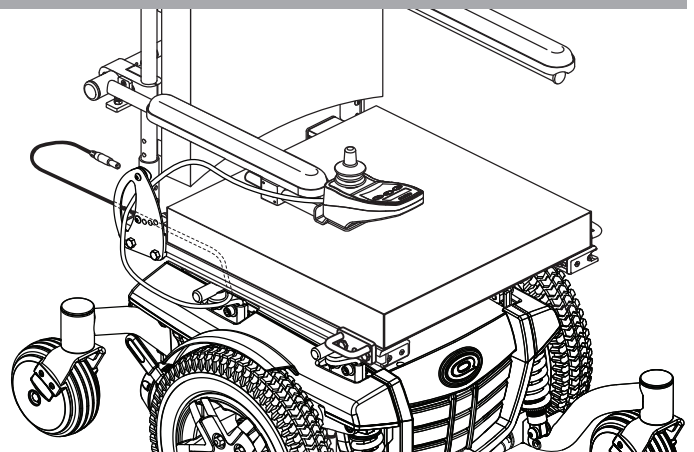

Bild 5. Verlegung des Steuerungskabelbaums auf einem Synergy-Sitz
5. Das Kabel der Steuerung mit Kabelbindern an der Armlehnenhalterung befestigen. **Siehe Bild 5.**